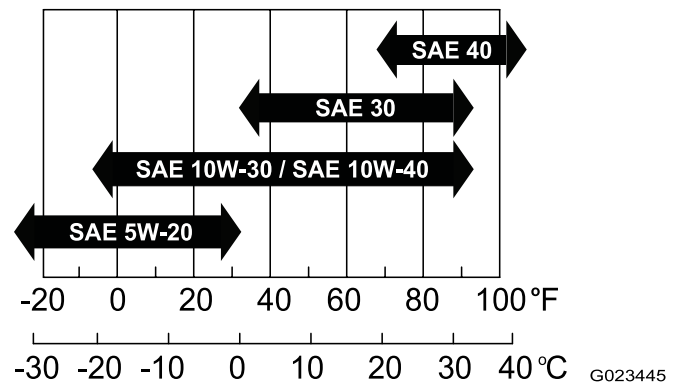

Figure 38
- **Viscosité :** SAE 30 ; reportez-vous au tableau suivant pour d'autres viscosités (Figure 38) :